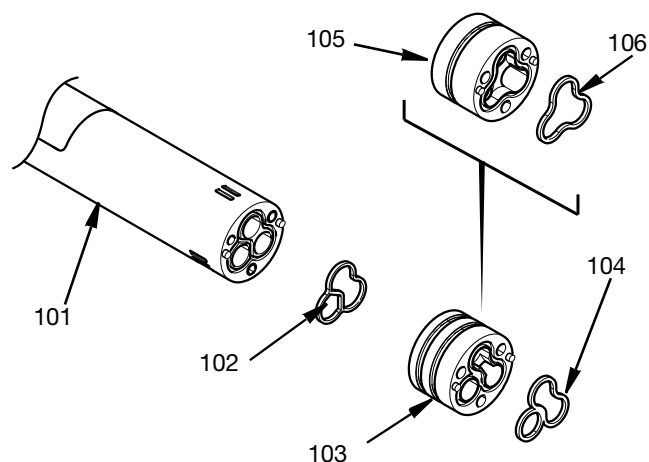

FIG. 13
- Si fuera necesario, retire la junta inferior de un solo material (106) o la junta inferior de dos materiales (104). Entonces, ya se puede retirar el adaptador de un solo material (105) o el adaptador de dos materiales (103) y la junta (102) del adaptador. Consulte la FIG. 13.